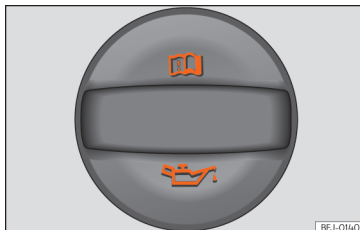

Abb. 245 Deckel der Motoröl-Einfüllöffnung im Motorraum
- Schrauben Sie den Deckel der Motoröl-Einfüllöffnung ab »» **Abb. 245**.